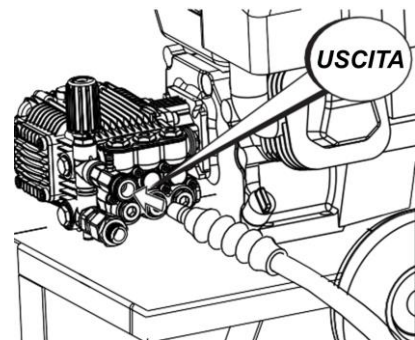

Fig. 9
- Inserire il raccordo del tubo flessibile ad alta pressione nella porta della pistola (porta di uscita dell'acqua). Vedere la Fig. 9.